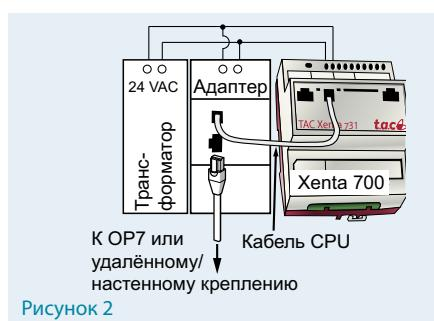

Рисунок 2
Панель оператора подключается к Xenta 700 через адаптер (см. рисунок 2).
Установите комплект для удаленного монтажа (2) в отверстие в дверце шкафа. Дополнительно навешиваемая крышка (3) увеличивает степень защиты с IP 54 до IP 65. Кабель (4), поставляемый с OP7, используется для подключения держателя к адаптеру Xenta 700 (рис. 2).
- адаптер для Xenta 700 (рис. 2)